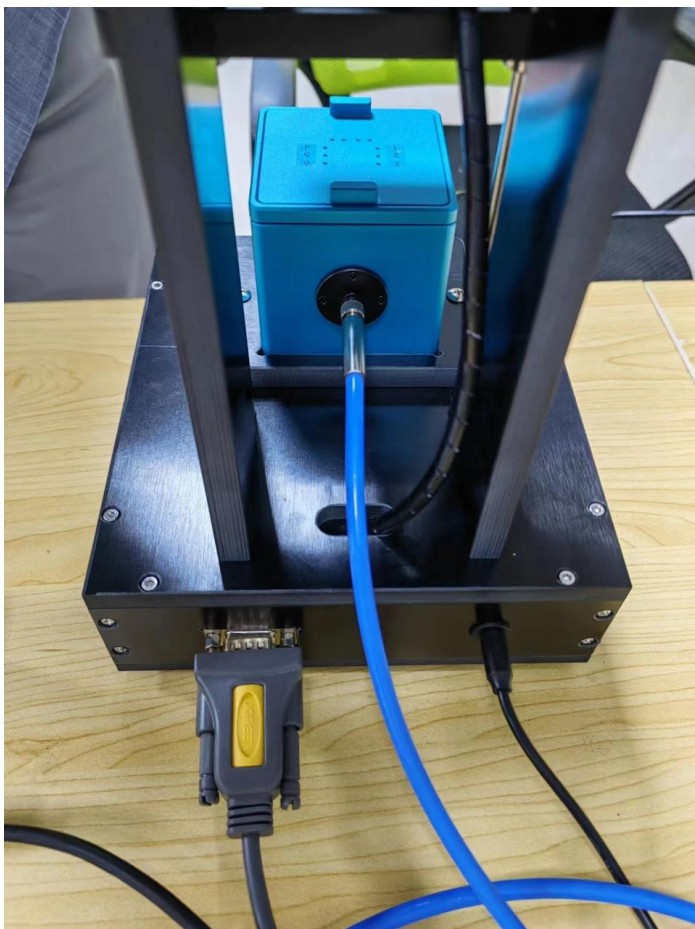

图4 积分球和光谱仪的光纤连接
- 3) 用USB转232通讯线连接探针台和电脑USB接口（图4左）。如果源表是Keithley2450，用USB线连接源表背；如果源表是Keithley2400，则需要用USB转232通讯线连接源表背面的RS232接口到电脑。
- 4) 把积分球放在探针台底座中，光纤一端插入积分球SMA905接口（图4左），光纤另一端接入光纤光谱仪SMA905接口（图4右）。积分球摆正后，拉下探针手柄，探针将刚好落入样品盖板孔位。
5) 光纤光谱仪接入配套电源（图4右），上电后可听到风扇转动响声。